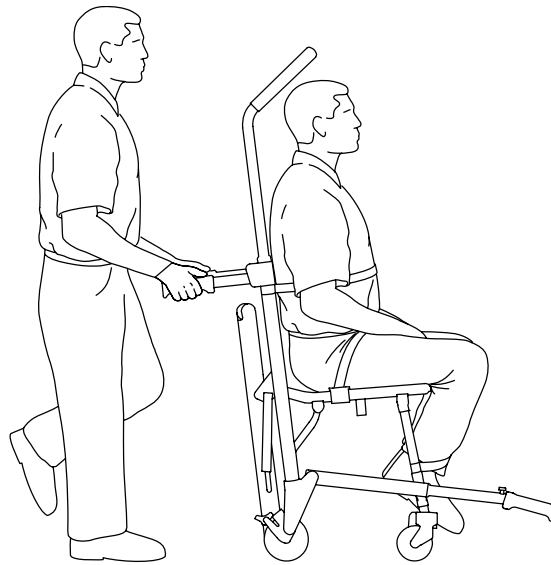

Figure 5 – Transport d'un occupant
1. Pousser et guider la chaise à l'aide des poignées côté tête ou du tube du dossier ou de la poignée de commande supérieure (Figure 5).